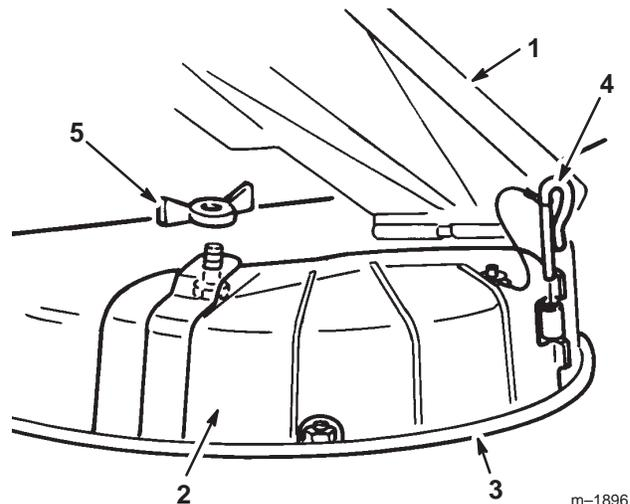

Figure 13
2. Soulevez le déflecteur d'herbe et posez l'obturateur d'éjection sur l'ouverture du bord inférieur du carter de tondeuse, avant de l'insérer dans la charnière avant (Fig. 13).
3. Insérez la goupille d'articulation dans la charnière (Fig. 13).
4. Fixez l'obturateur d'éjection à la tondeuse à l'aide de l'écrou papillon (Fig. 13).